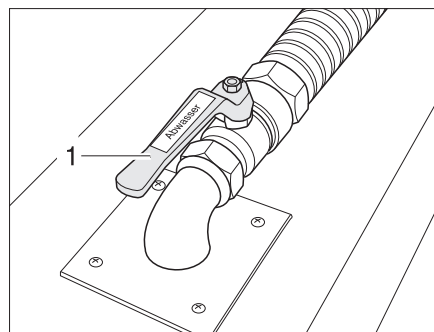

Fig. 338 Robinet d'évacuation des eaux usées
Le robinet d'évacuation des eaux usées (Fig. 338,2) est monté dans le double plancher. Le robinet d'évacuation est noir et identifié par le marquage "Abwasser" ("Eaux usées").
- Ouvrir le robinet d'évacuation des eaux usées (Fig. 338,1). Les eaux usées s'écoulent.